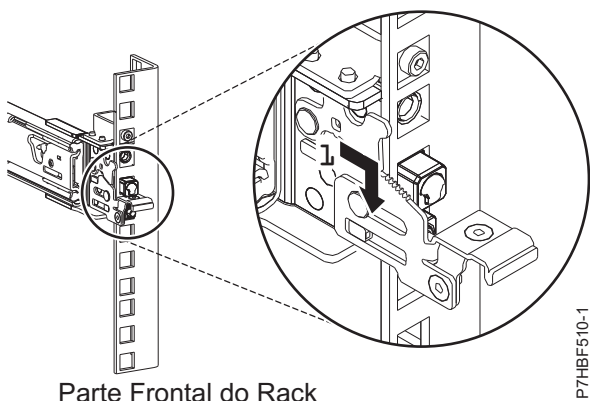

Figura 5. Pinos que são encaixados no trilho frontal do rack
6. Puxe o trilho deslizante para frente e insira os três pinos da frente do trilho nos orifícios na unidade EIA selecionada, que foi marcada anteriormente. Abaixue o trilho deslizante para baixo (1) para encaixar o gancho no pino do meio. Para obter detalhes, consulte Figura 5.